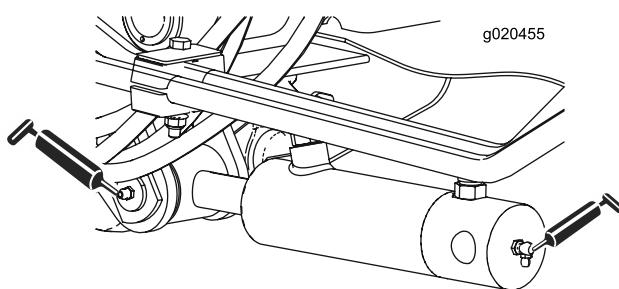

Figura 41
- 2 (su ciascun lato) boccole orientabili del cilindro del braccio di sollevamento (Figura 41)